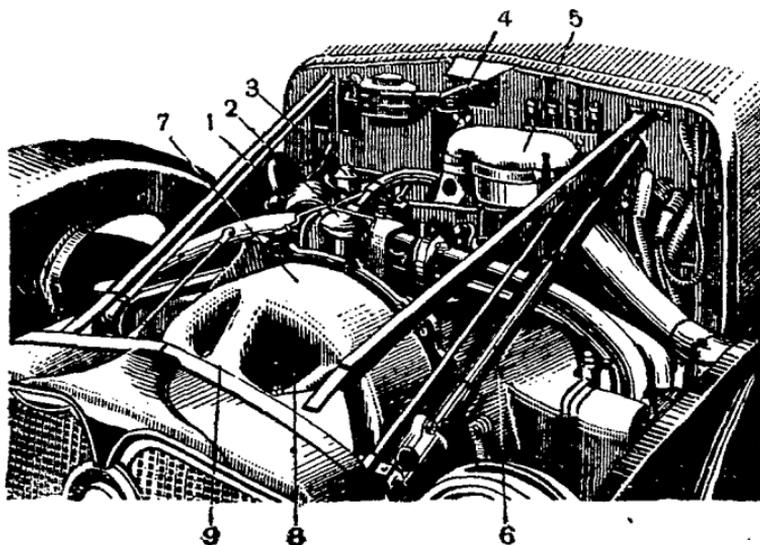

Рис. 8. Передняя часть автомобиля (капот снят):
4. Проверь количество масла в воздухоочистителе (рис. 8).